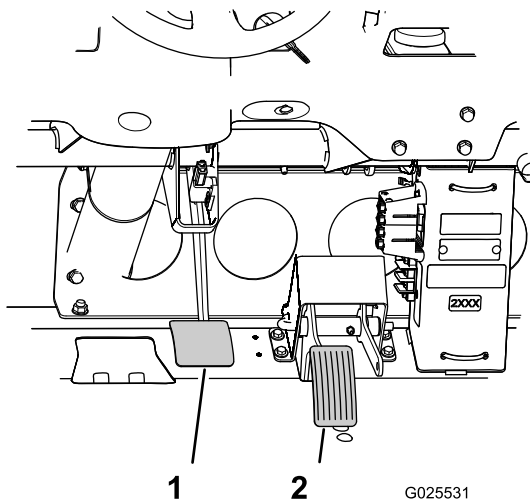

Figura 77
3. Tire hacia arriba del pedal de freno (**Figura 77**) hasta que entre en contacto con el bastidor.